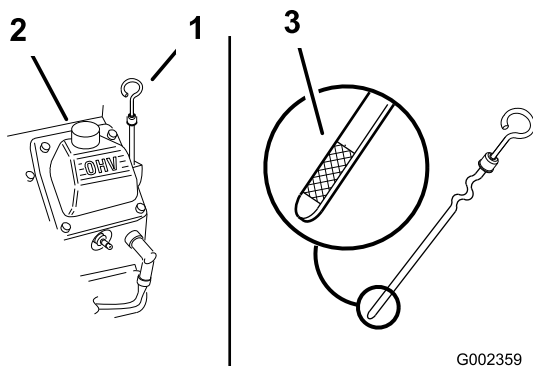

Bild 23
3. Reinigen Sie den Bereich um den Ölpeilstab (Bild 23), damit kein Schmutz in den Einfüllstutzen gelangen und den Motor beschädigen kann.
4. Schrauben Sie den Ölpeilstab heraus und wischen Sie das Metallende ab (Bild 23).
5. Schieben Sie den Ölpeilstab vollständig in den Einfüllstutzen (nicht in den Einfüllstutzen einschrauben) (Bild 23).
6. Gießen Sie ca. 80 % der angegebenen Ölmenge langsam in den Einfüllstutzen (Bild 23).